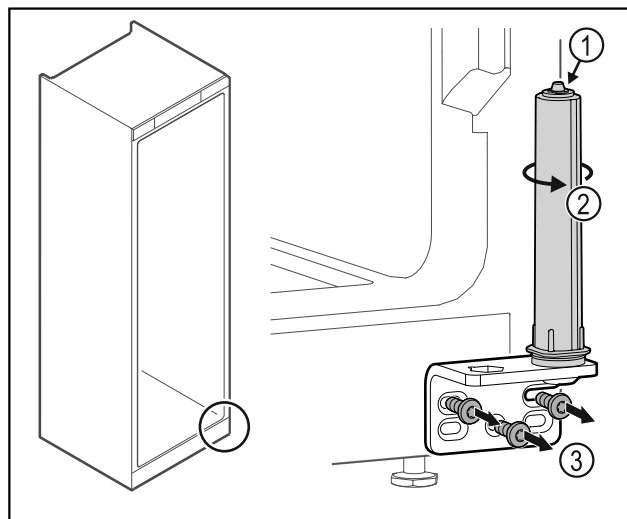

Fig. 38
- ▶ Neizjauciet durvju slēgšanas sistēmu Fig. 38 (1).
- ▶ Pagrieziet slēgšanas sistēmu Fig. 38 (2), līdz tā noklikšķ.
- ▶ Noskrūvējiet lokāmos kronšteinus Fig. 38 (3).